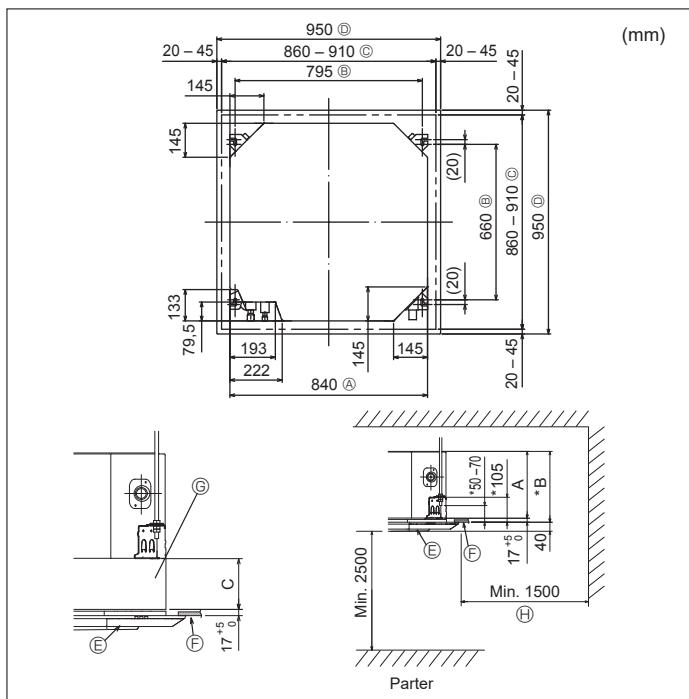

Fig. 3-2
3.2. Położenie otworów w suficie i instalacja śrub podwieszających (Fig. 3-2)
- * Wymiary otworu w suficie można regulować w zakresie pokazanym na Fig. 3-2; wy środkówwać urządzenie główne w otworze sufitowym, upewniając się, że odległości między przeciwnymi bokami urządzenia ze wszystkich stron są identyczne.